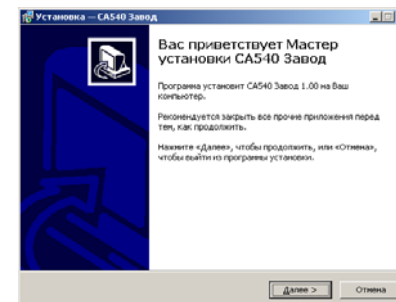

Рисунок 8.1
1) Включить ПК и начать установку программы "CA540 Завод", для чего из папки "CA540 Завод", размещенной на инсталляционном диске, входящем в комплект поставки, запустить исполняемый файл  setup_CA540 Zavod xxx.exe (xxx – версия программы). На экране появится окно мастера установки CA540 PC (рисунок 8.1).